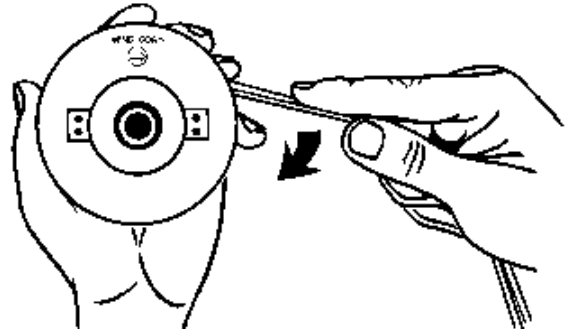

Fig. 16
5. Enrouler comme illustre (Fig. 16), en tenant tendu, chaque moitié étant séparée par le séparateur de bobine. Enrouler jusqu'à 15 cm (6 po) des extrémités.